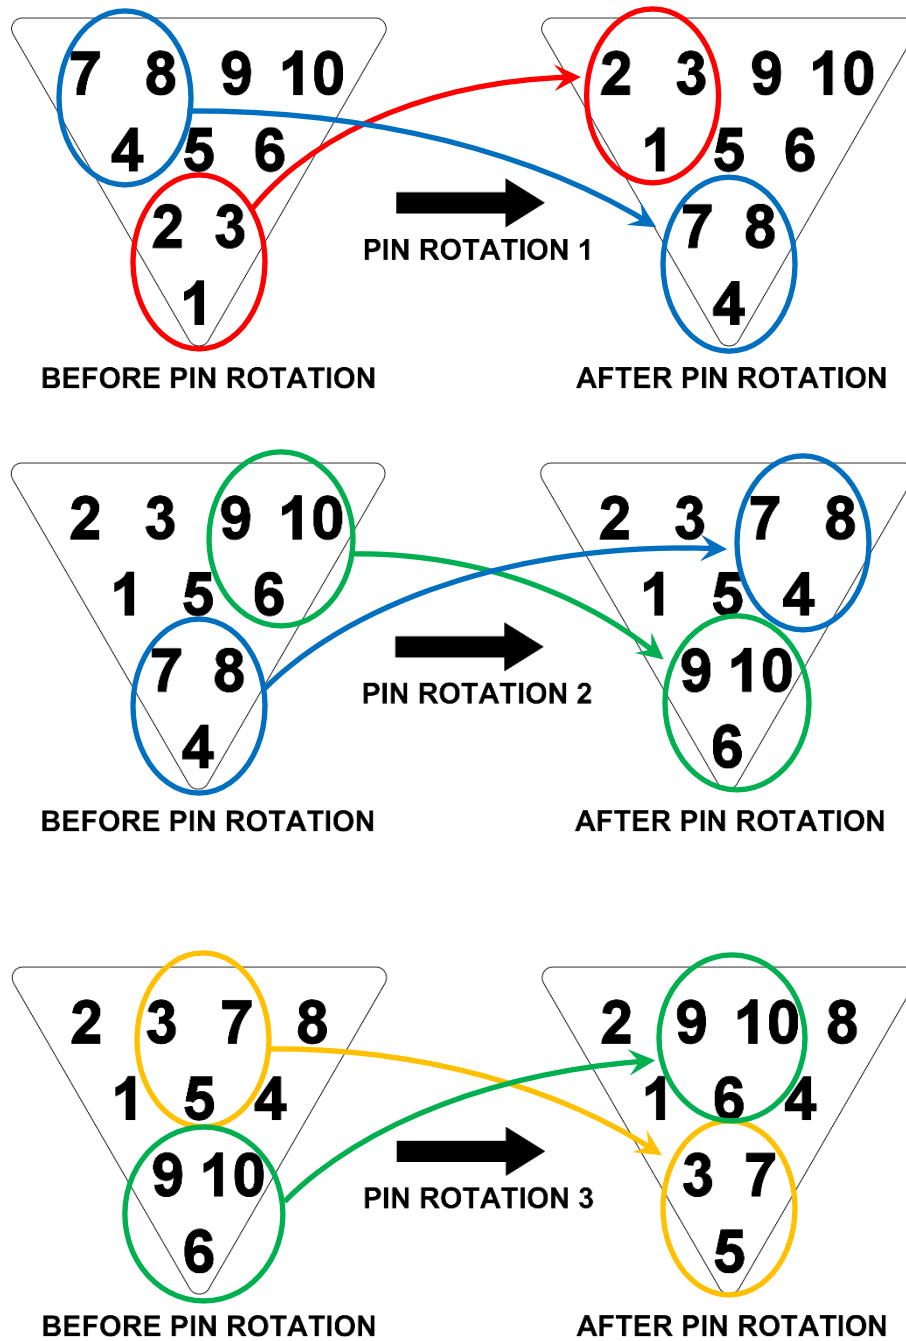

Figure 3-7, Séquence de rotation des quilles
Il est recommandé de remplacer ou de faire tourner les quilles, si nécessaire, dans le cadre du programme de maintenance préventive (PM). La fréquence recommandée de la séquence de rotation des quilles est de 25 000 frames/3 mois. Après avoir effectué les trois rotations indiquées ci-dessous (figure 3-7), continuer à répéter la séquence de rotation ou si nécessaire, remplacer les quilles.